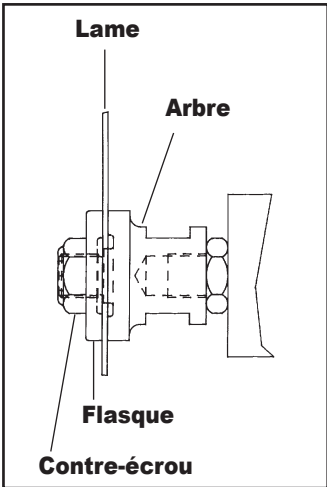

FIG. 2
- Arbre standard - Installer la lame sur l'épaule de l'arbre de $\frac{5}{8}$ de diamètre (Fig. 2). Installer le collet, face allégée tournée vers la lame et visser le contre-écrou. Tout en maintenant une clé (fournie) sur le plat de l'arbre de $\frac{7}{8}$, serrer le contre-écrou d'arbre. La lame doit être complètement contre l'épaule de l'arbre et de niveau sur la face de l'arbre.
Détail de la bride des figures 2 et 3.